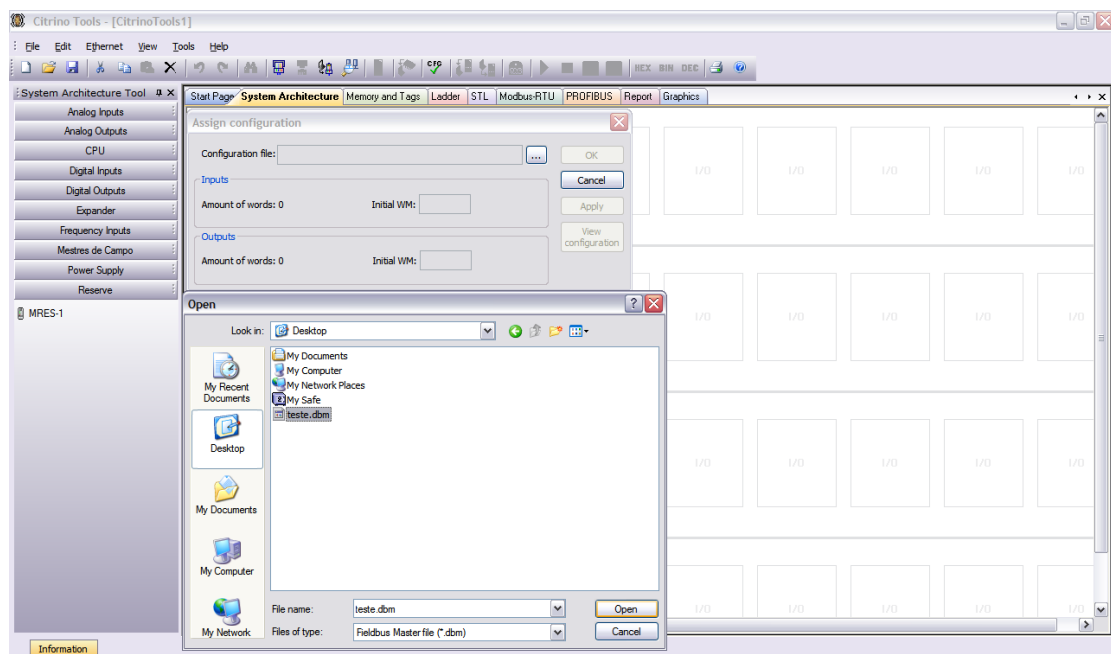

Figura 3.5.4 – Arquivo .dbm a ser importado pelo CitrinoTools
- 4) No diálogo Associar Configuração (*Assign Configuration*), clique no botão ... (observe a Figura 3.5.4) e aparecerá um novo diálogo para selecionar o arquivo .dbm a ser importado pelo CitrinoTools da configuração feita no SyCon. No nosso exemplo anterior, o arquivo tinha sido exportado para o diretório *Desktop*. Portanto, selecione o arquivo teste.dbm como pode ser visto na Figura 3.5.4 e selecione a opção Abrir (*Open*);